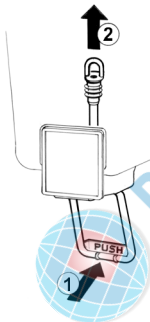

figure 2
5 Robinet avec tube en caoutchouc: pousser (1) le levier de débit robinet et défiler (2) le tuyau robinet de son siège sur le fond du réservoir (voir figure 2).